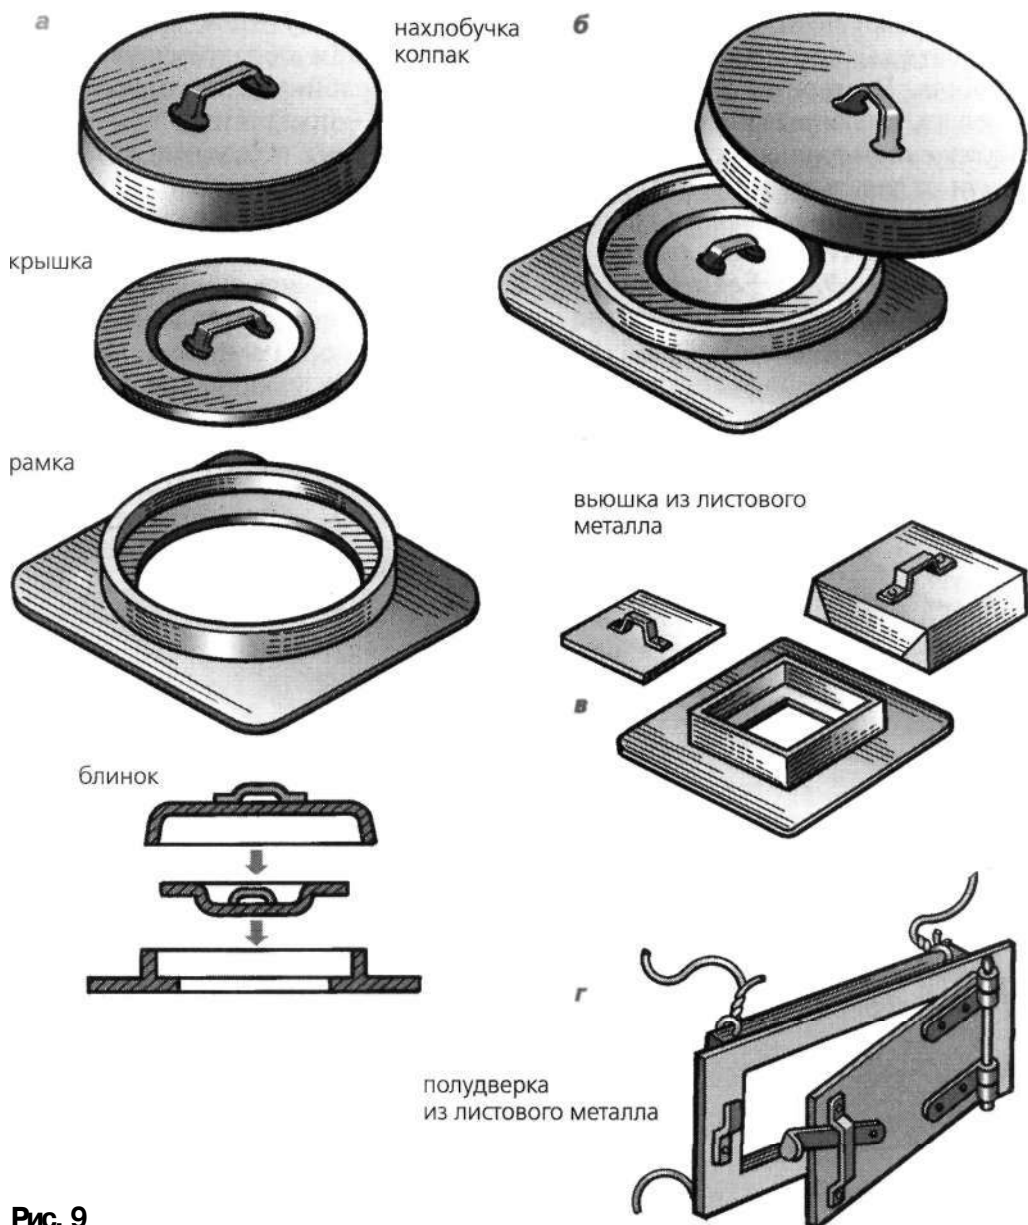

Рис. 9
На границе между хайлом и трубой устанавливают *вьюшку* (рис. 9). Она предназначена для того, чтобы закрывать трубу после окончания топки печи, а также регулировать выход горячих газов из горнила. В старину встречались вьюшки, сделанные полностью из обожженной глины, но позже их стали отливать из чугуна. Традиционная чугунная вьюшка состоит из трех частей: *рамки*, *блинка* и *крышки* (рис. 9, а). Если две первые детали имели повсеместно одинаковые названия, то крышку всюду называли по-разному: *кол-*
*паком*, *противнем*, *нахлобучкой*, *ладкой* и *сковородой*. В отличие от обычной печной задвижки, вьюшка перекрывает трубу более надежно. При закрытии трубы в рамку сначала вставляется блинок, а потом сверху надевается крышка (рис. 9, б). Между крышкой и блинком образуется воздушная прослойка, а, как известно, воздух — прекрасный теплоизолятор. Стоит вспомнить хотя бы двойные стекла в зимних рамах или двойные двери в погребе. При отсутствии заводских чугунных вьюшек, их нередко изготавливали из листового металла. Причем отверстие рамки, а также форма блинка и крышки при этом
могли быть прямоугольными (рис. 9, в). При их изготовлении руководствовались фактически-ми размерами дымохода.
ном щитке делали специальный проем, который закрывался полудверкой. В некоторых старинных печах ее заменяли выюшечным заслоном (рис. 9, г).